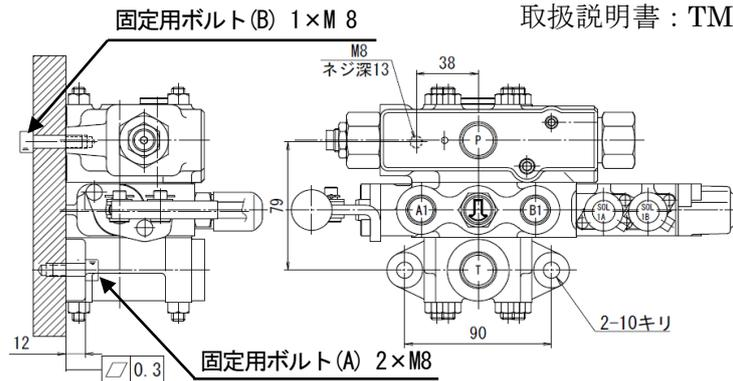

図 6-1 固定用ボルトについて
- ・本製品の板厚(具体的な値は納入仕様書兼組立図を参照。なお、図 6-1 では 12mm)
- ・本製品の取付ねじ穴深さ(具体的な値は納入仕様書兼組立図を参照。なお、図 6-1 では 13mm)
- 手順 2 固定用ボルト A は本製品の板厚、実機の取付板のねじ深さを確認し、固定用ボルトを選定します。(図 6-1 の例では板厚 12mm)
- 手順 3 固定用ボルト B は本製品の取付ねじ穴深さ、実機の取付板の板厚を確認し、固定用ボルトを選定します。(図 6-1 の例では取付ねじ穴深さ 13mm)